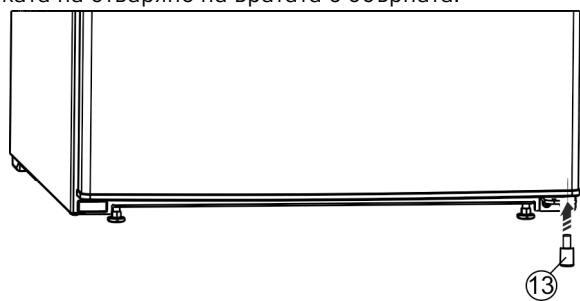

Fig. 26 *
- Поставете отново дистанционния елемент Fig. 26 (13) долу вдясно във вратата, защото това е важно за стабилността на уреда.*